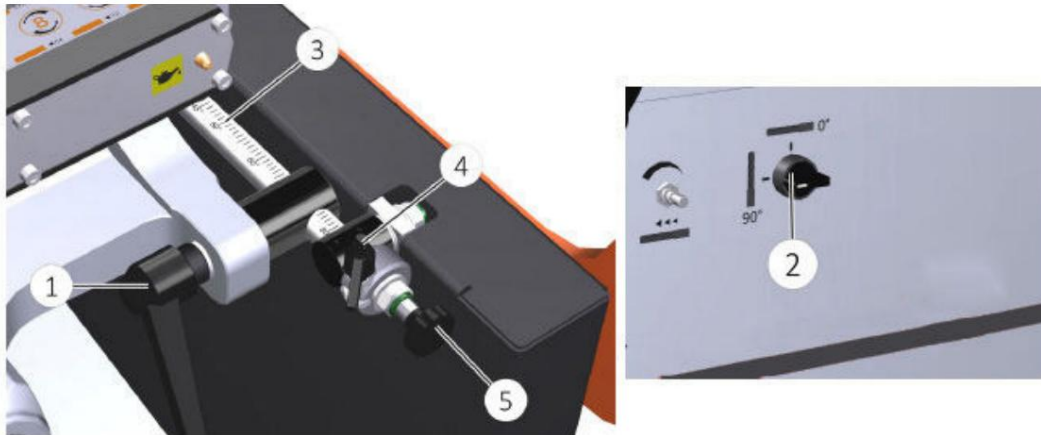

Bild 6-5: Placering av plånbokshuvudet
6.3 Vertikal placering av stockhuvudet (bild 6-5)
6.4 Horisontell placering av stockhuvudet (bild 6-5)
6.5 Borrhuvudets positionering i en vinkel mellan 0 och 90 (bild 6-5)
När du använder strömbrytaren (punkt 2, bild 6-5), stanna inte nära borrhuvudet. flytta!
- Ställ huvudströmbrytaren (punkt 2, bild 6-5) i läge ON. Maskinen är redo för start.